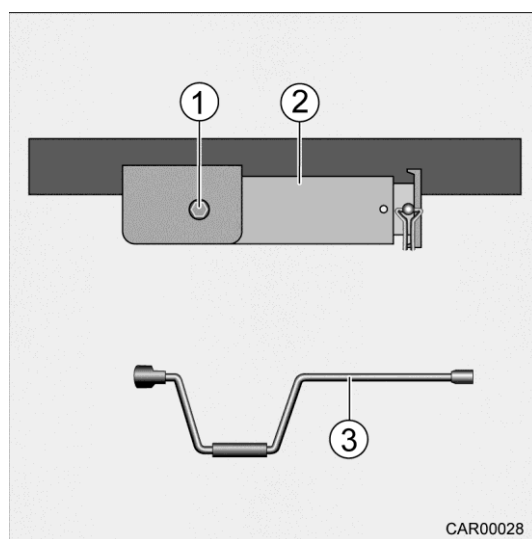

Fig. 56 Béquille arrière à manivelle e-line
1. Enficher la manivelle (Fig. 56/3) sur l'écrou hexagonal (Fig. 56/1) et la tourner jusqu'à ce que la béquille arrière à manivelle (Fig. 56/2) pivote vers le bas.
2. Continuer à tourner la manivelle (Fig. 56/3) jusqu'à ce que la béquille arrière à manivelle (Fig. 56/2) soit à la verticale.
7. Tourner la manivelle (Fig. 56/3) jusqu'à ce que la béquille arrière à manivelle (Fig. 56/2) soit complètement en contact avec le sol.
1. Enficher la manivelle (Fig. 56/3) sur l'écrou hexagonal (Fig. 56/1) et la tourner jusqu'à ce que la béquille arrière à manivelle (Fig. 56/2) ne touche plus le sol.
6. Tourner la manivelle (Fig. 56/3) jusqu'à ce que la béquille arrière à manivelle (Fig. 56/2) soit complètement rentrée.